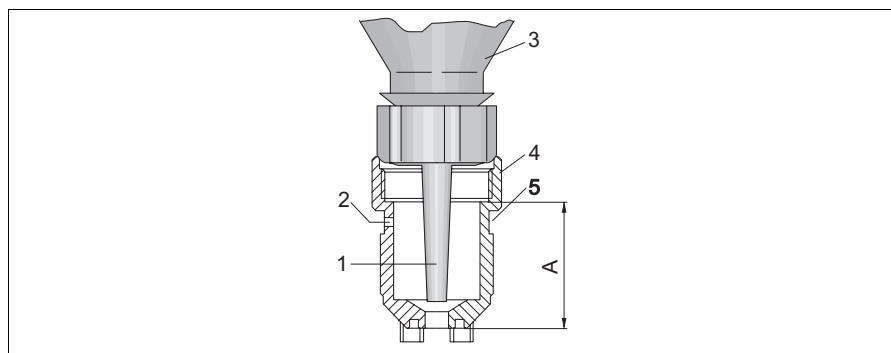

Fig. 8: Membrana di separazione con flacone dell'elettrolita
3. Inserire completamente il flacone dell'elettrolita sulla membrana di separazione (fig. 8).